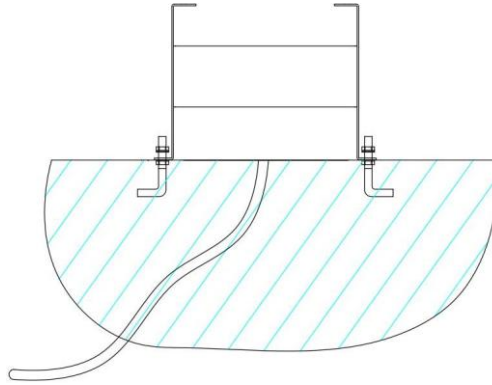

Figura 10
- Coloque la base de montaje y fíjela como se muestra en la Figura 10.